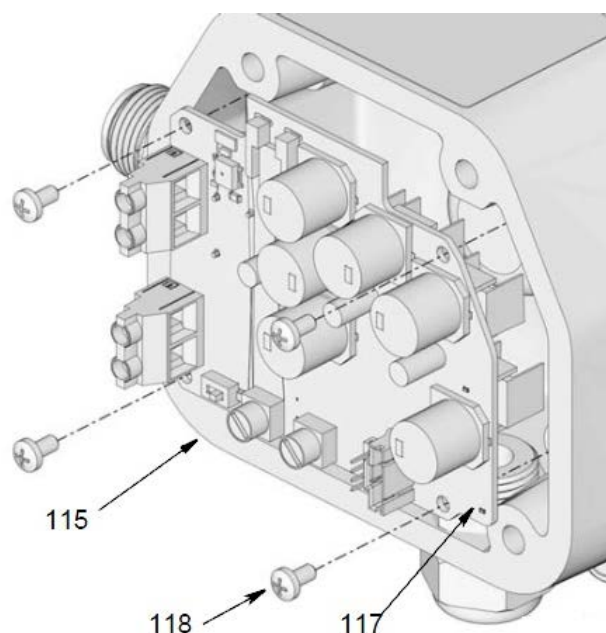

Рис. 53
9. Снимите винт (118), используемый для крепления панели управления мотором (117) на корпусе (115) (рис. 53).